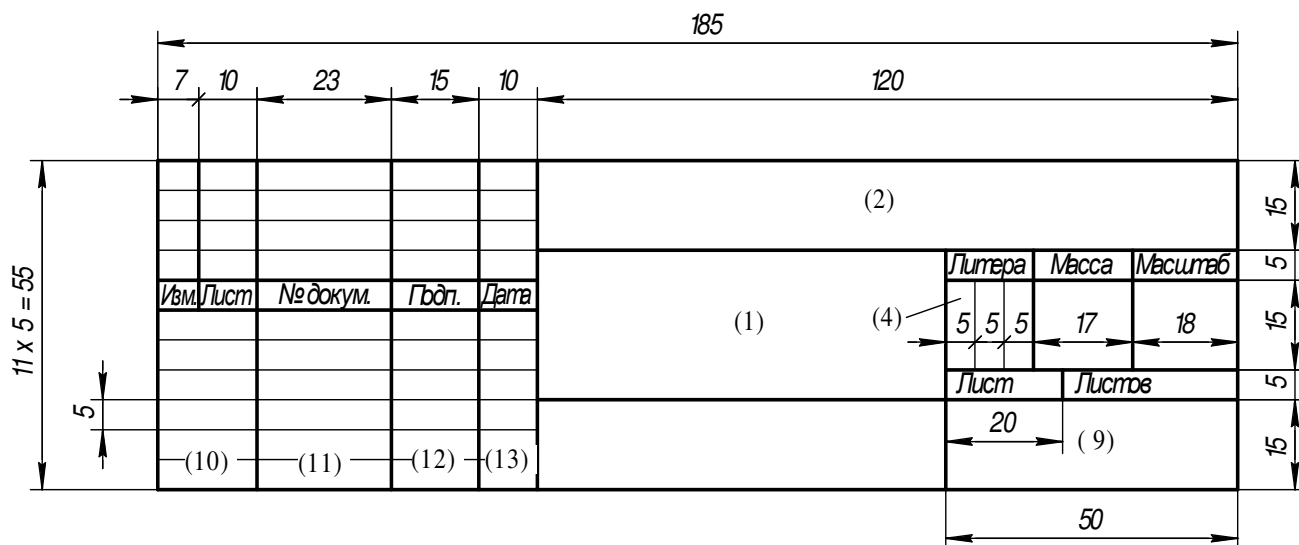

Рисунок 8.1
8.4.1 Графические документы (чертежи схем) должны иметь основную надпись, выполненную по форме 1 ГОСТ 2.104 (см. рисунок 8.1).